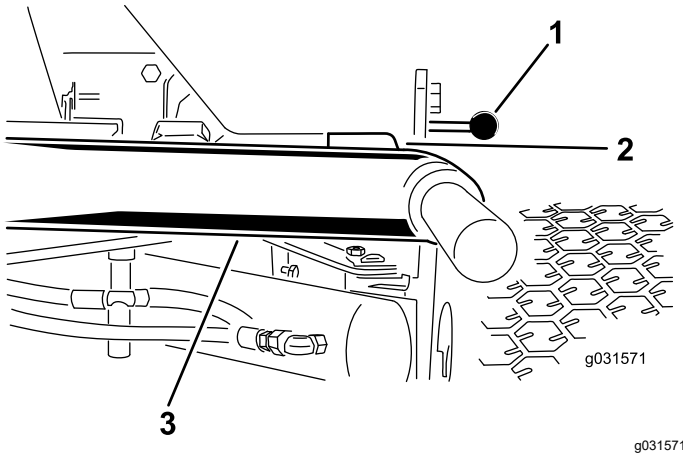

Bild 11
1. Lassen Sie den Motor an, heben die Mähwerke an und vergewissern Sie sich, dass der Abstand zwischen jedem Hubarm und der Halterung der Bodenplatte zwischen 5 mm und 8 mm liegt, siehe (Bild 11).